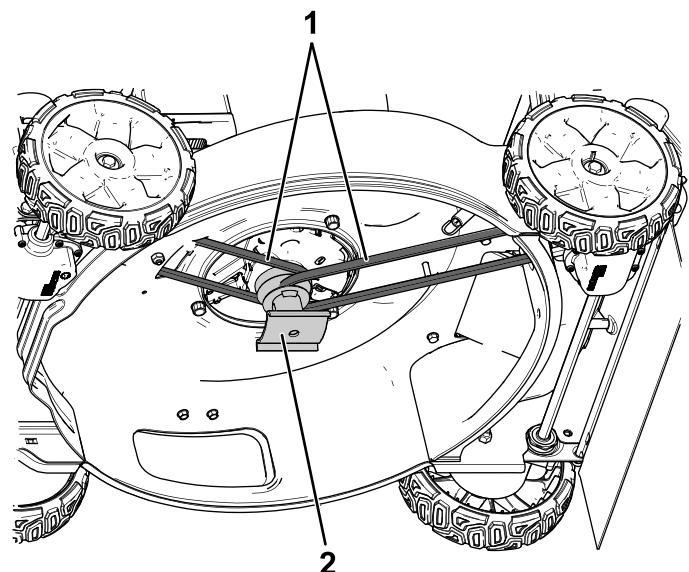

**Figure 3**
7. Retirez et conservez le couvercle de courroie inférieur arrière ainsi que les boulons correspondants (Figure 3).